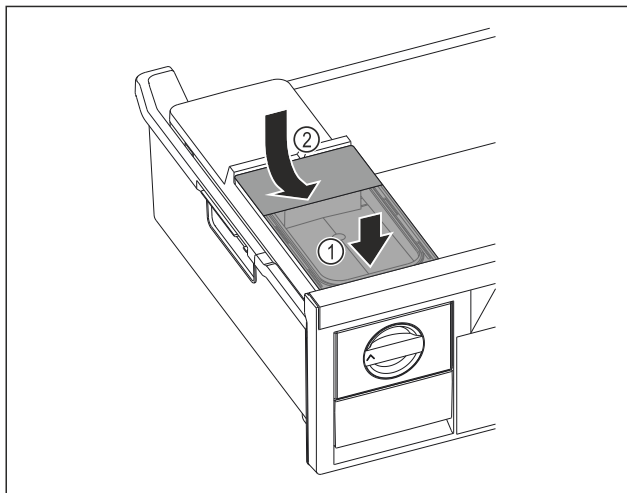

Fig. 122
- Collegare il serbatoio dell'acqua alla parte anteriore. Fig. 122 (1)
- Abbassare il serbatoio dell'acqua posteriore. Fig. 122 (2)